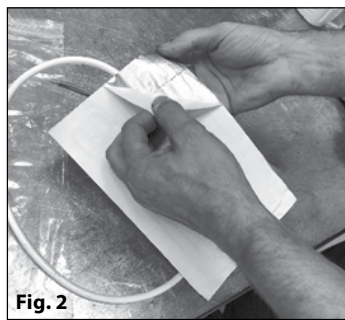

Fig. 2
- Remove the film from the adhesive side of the surface sump heater (Fig 2).
- Retirer la pellicule protectrice de la résistance de surface (Fig 2).
- Rimuovere la pellicola protettiva dalla resistenza (Fig 2).